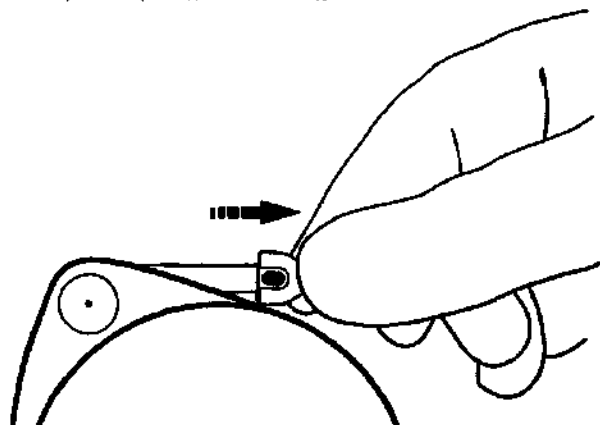

Рис. 18. Чтобы проверить надежность подсоединения к помпе, потяните за коннектор.
- c. Убедитесь в надежности подсоединения коннектора (Рис. 18).